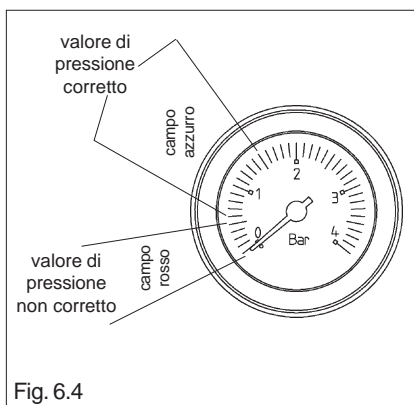
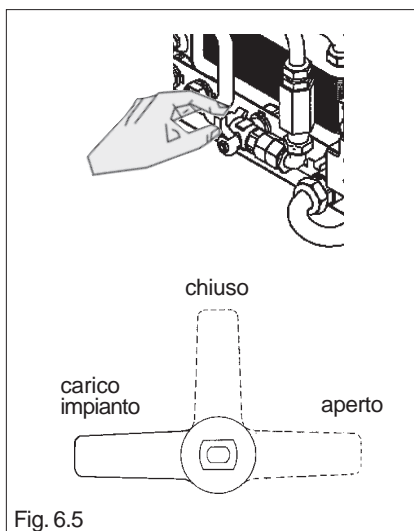

Fig. 6.4
Fig. 6.5
Verificare il valore di pressione sull'idrometro; se è inferiore a 0,5 bar, con impianto freddo (fig. 6.4), agire come segue:
- posizionare il rubinetto di riempimento in "carico impianto" (fig. 6.5) fino a che il valore di pressione sia compreso tra 0,6 e 1,5 bar (fig. 6.4)
- riposizionare il rubinetto di riempimento in "aperto" (fig. 6.5).